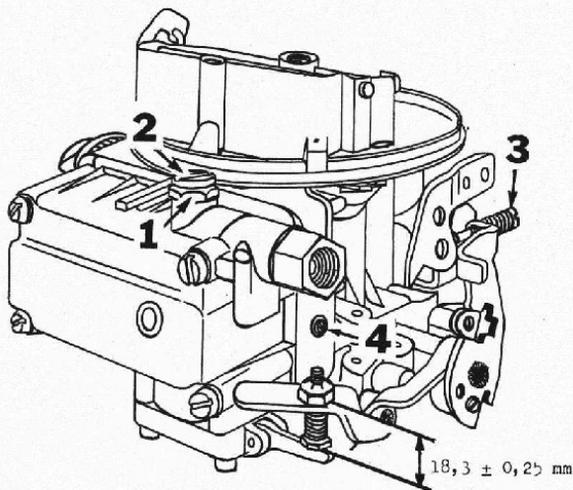

Fig. b-3
- Instalar la palanca de accionamiento de la bomba en la base, ajustando el brazo sobre la excéntrica de la bomba (31 Fig. b-1). Se deberá controlar y reajustar de ser necesario la posición del tornillo de ajuste de la bomba de aceleración (28, Fig. b-1). La distancia entre bordes exteriores de palanca y cabeza de tornillo deberá ser de $18,3 \pm 0,25$ mm, como se indica en Fig. b-3. Instalar luego la base en el cuerpo del carburador con su correspondiente junta.
- 3) Armar el cuerpo dosificador (59).
- Instalar los obturadores (19) de los tornillos de ajuste (20) de marcha lenta y colocar éstos. Tener especial cuidado en la instalación de dichos obturadores, para evitar que al instalar los tornillos, éstos muerdan los obturadores e introduzcan en el circuito partículas extrañas.
AJUSTE EN EL VEHICULO (Fig. b-3)
AJUSTE DE LA MARCHA LENTA (Fig. b-3)
Regular luego la velocidad del motor a 600 r. p. m. mediante el tornillo de ajuste de marcha lenta (3 - Fig. b-3).